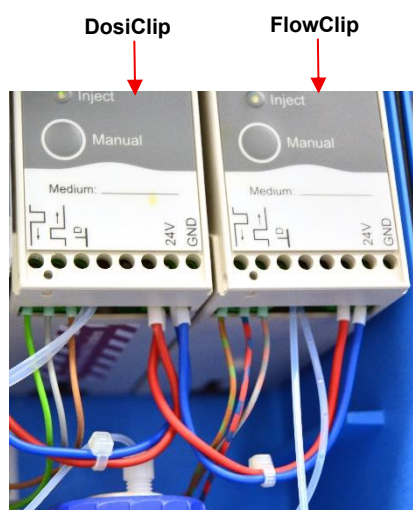
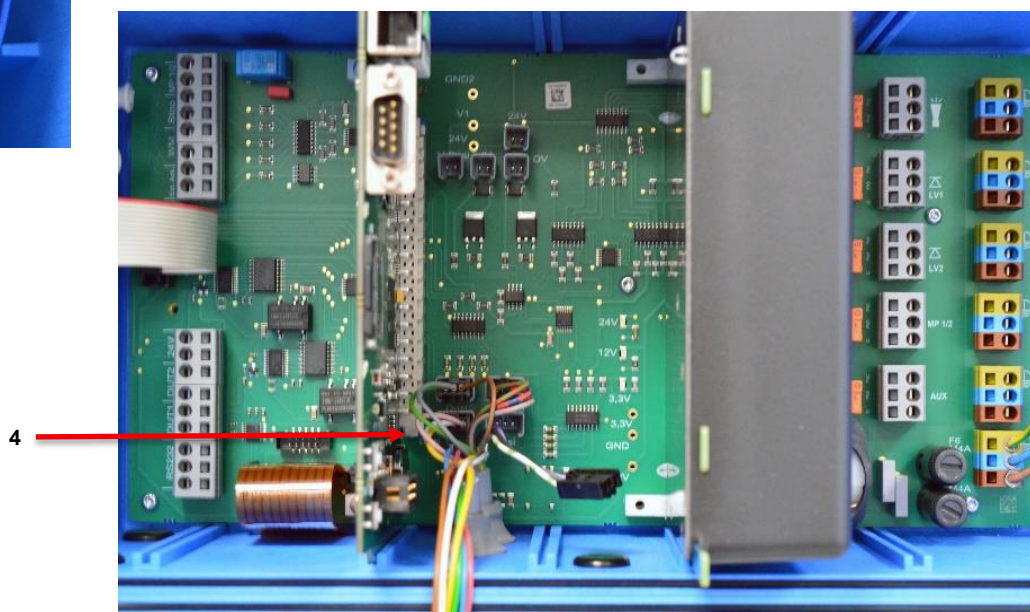

Figura 3
Figura 4
9. Ligue os dois cabos vermelhos ao terminal de ligação +24 V (1) do DosiClip da seguinte forma. Utilize a figura 3 como orientação:
10. Proceda com o cabo azul no terminal de ligação GND (2) do DosiClip da mesma forma como descrito no ponto 9.
12. Introduza a ficha de 3 pinos livremente suspensa com as cores dos cabos **verde/castanho, vermelho/azul, cinzento/laranja** na tomada situada no canto superior direito (ranhura 4). (Figura 4)